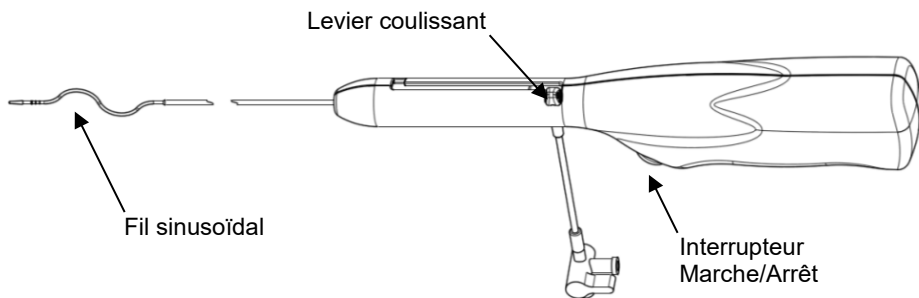

Figure 2
2. Extraire le système de thrombectomie CLEANER XT™ de son emballage. Appuyer sur l'interrupteur MARCHÉ/ARRÊT pour vérifier que le fil sinusoïdal tourne librement (voir la Figure 2). Relâcher l'interrupteur pour arrêter la rotation. **Précaution : ne pas utiliser le dispositif s'il ne se met pas en marche immédiatement après avoir appuyé sur l'interrupteur, ou s'il ne s'arrête pas immédiatement lorsque l'interrupteur est relâché.**
2. Extraire le système de thrombectomie rotationnelle CLEANER XT™ de son emballage. Appuyer sur l'interrupteur MARCHE/ARRÊT pour vérifier que le fil sinusoïdal tourne librement (voir la Figure 2). Relâcher l'interrupteur pour arrêter la rotation. **Précaution : ne pas utiliser le dispositif s'il ne se met pas en marche immédiatement après avoir appuyé sur l'interrupteur, ou s'il ne s'arrête pas immédiatement lorsque l'interrupteur est relâché.**